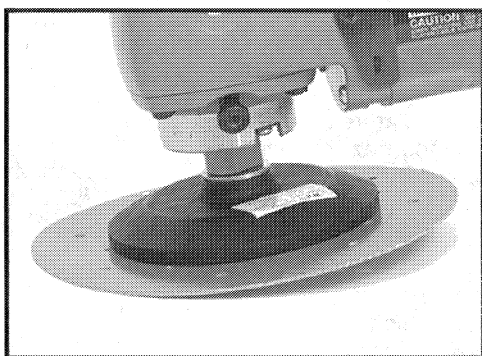

Fig. 3
3. Tenez la ponceuse fermement par les poignées arrière et auxiliaire, en vous assurant que le disque de ponçage est à l'écart de l'ouvrage et des objets étrangers. Mettez la ponceuse en marche et abaissez-la à un angle de sorte qu'environ 1 à 1¼ po du disque de ponçage soit en contact avec l'ouvrage. Voir Fig. 3. Un angle trop grand peut gouger l'ouvrage ou provoquer des accrocs à celui-ci, tandis qu'un angle trop petit entraîne des difficultés extrêmes à contrôler la ponceuse.